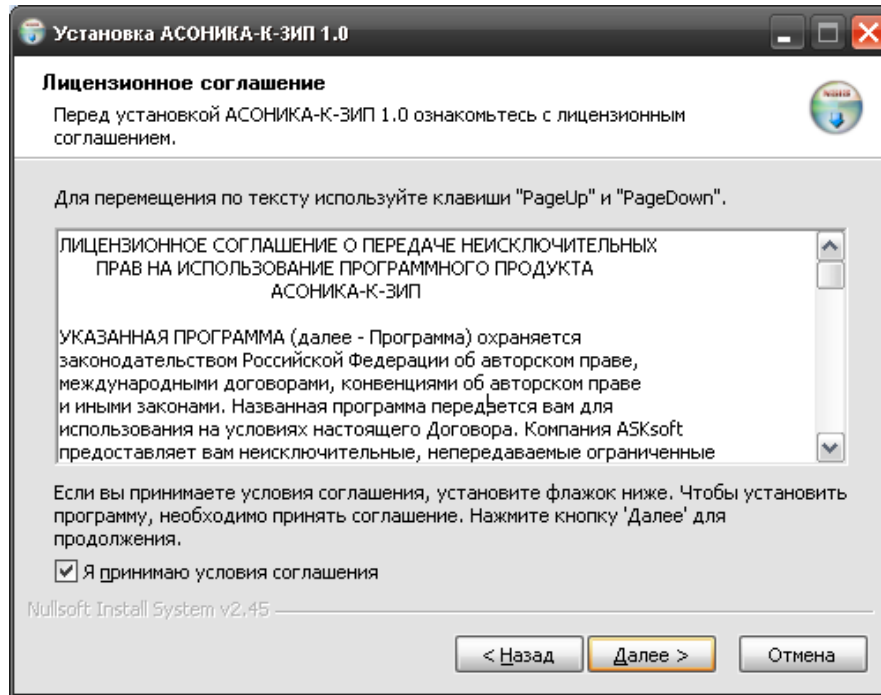

Рис. 3.2. Лицензионное соглашение
- В появившемся окне (см. рис. 3.2.) внимательно прочтите лицензионное соглашение. Если Вы принимаете его условия, поставьте в соответствующем месте галочку и нажмите кнопку «Далее». Если условия лицензии Вы не принимаете, то установка Системы будет прекращена.